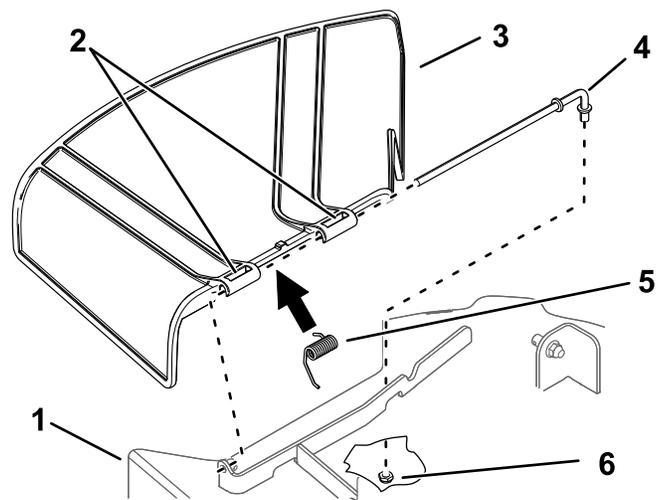

Figura 78
1. Retire la tuerca ( $\frac{3}{8}$ " ) de la varilla debajo del cortacésped (Figura 78).
2. Retire la varilla del soporte de la carcasa, del muelle y del deflector de hierba (Figura 78).
4. Instale el deflector de hierba nuevo (Figura 78).
7. Deslice la varilla a través del segundo pivote del deflector de hierba (Figura 78).
9. Sujete el extremo trasero de la varilla en el cortacésped con una tuerca ( $\frac{3}{8}$ " ), como se muestra en la Figura 78.